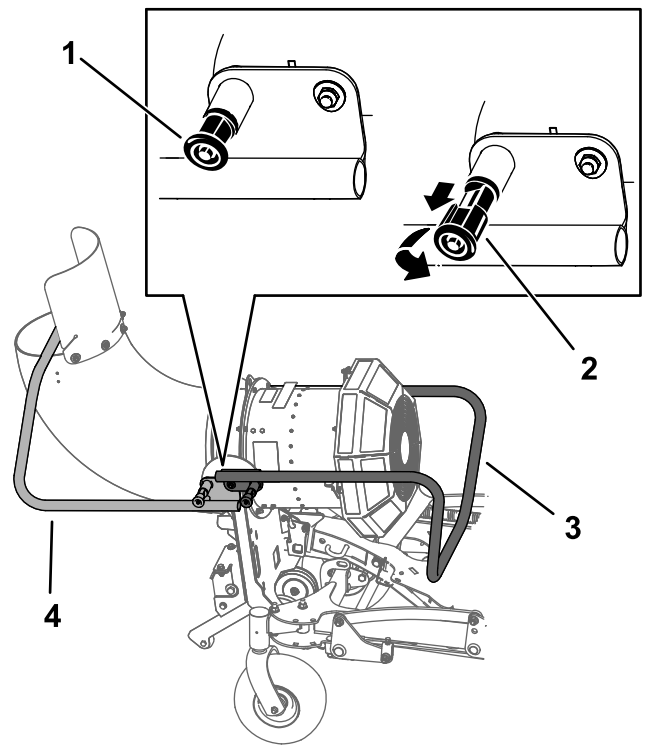

**Figura 25**
1. Eleve el soplador hasta que se enganche en el receptor de enganche (Figura 24 y Figura 25).
2. Sujete el conjunto al receptor de enganche usando el pasador de enganche y la chaveta que están sujetos al receptor (Figura 25).